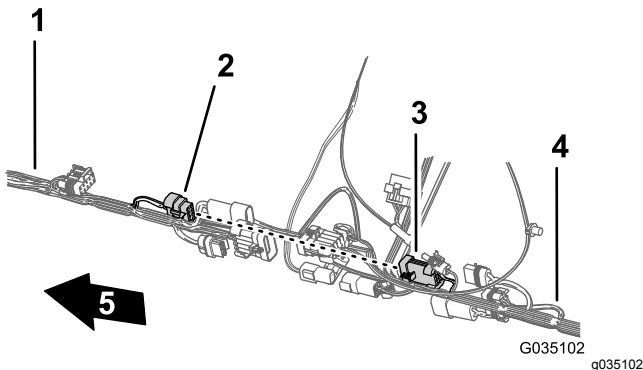

Figura 88
- Ligue o conector de 8 pinos da cablagem dianteira para a interligação da cablagem do pulverizador no conector de 8 tomadas da cablagem traseira para o interruptor da aplicação (Figura 88).